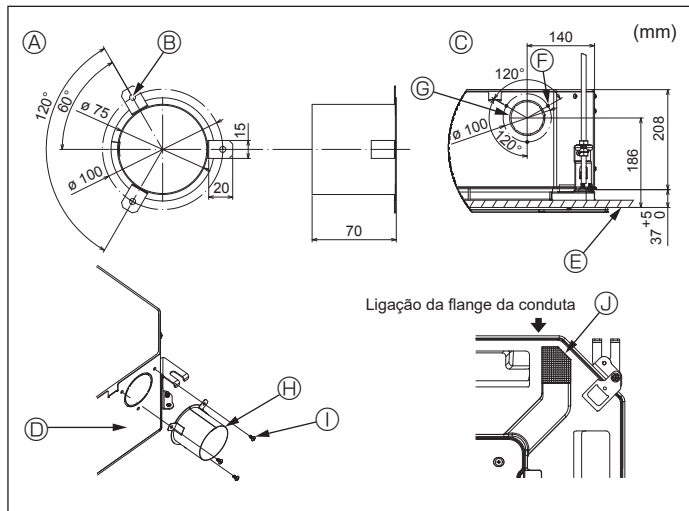

Fig. 4-3
4.3. Instalação da conduta (no caso da entrada de ar fresco) (Fig. 4-3)